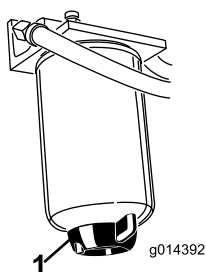

图38
每日从水分离器 图38 中排水或其他污染物。
2. 松开滤清器过滤筒底部的排油塞 图38。